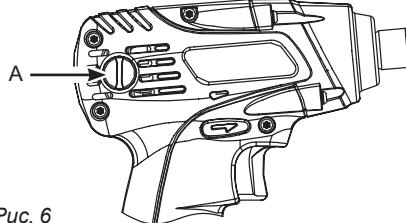

Рис. 6
1. Нажмите батарею вниз, чтобы обеспечить хороший контакт между батареей и зарядным устройством. Постоянно горящий красный индикатор (рис. 6В) означает режим "быстрой подзарядки". Если мигает красная лампочка, то это сигнализирует о том, что батарея полностью разрядилась, или перегрелась. Если батарея перегрелась, красный свет перестанет мигать и будет гореть постоянно после ее остывания. Если же батарея полностью разрядилась, после повышения напряжения красная лампочка начнет постоянно гореть. Обыкновенно это происходит через приблиз. 30 минут. Если и через один час красная лампочка продолжает мигать, это говорит о дефектности батареи и необходимости ее замены. Зеленый свет зажигается после того, как батарея была полностью заряжена, или работает в режиме медленной подзарядки. Если горит желтый свет, а красный мигает, это говорит о дефектности батареи, и ее необходимо вернуть в магазин.
- Открутить крышку до конца (Рис. 6, А).